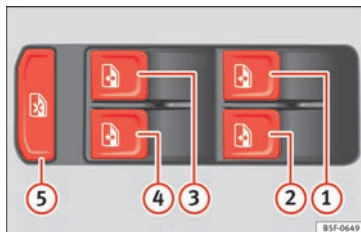

Fig. 137 Détail de la porte du conducteur : commandes pour les glaces (véhicule 5 portes avec lève-glaces électriques avant et arrière).
Les touches » **fig. 137** **①**, **②**, **③** et **④** disposent de deux positions pour l'ouverture des glaces et de deux autres pour leur fermeture. Il est ainsi plus simple de contrôler les processus d'ouverture et de fermeture.